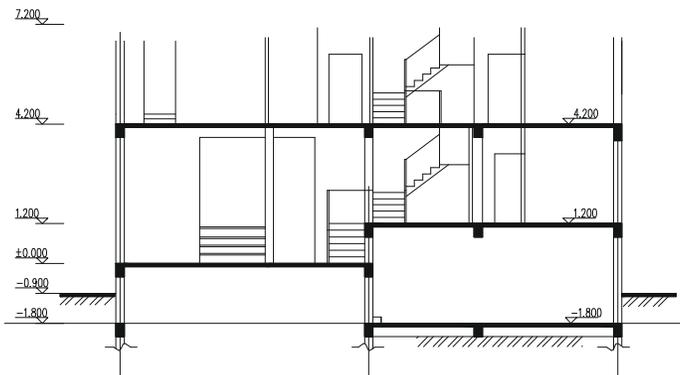

图 10-2-21
**STEP 18** 参照前面绘制一层剖面图的方法，绘制第二层剖面图，如楼梯和梁等相同部分都可以直接通过复制得到，如图 10-2-21 所示。